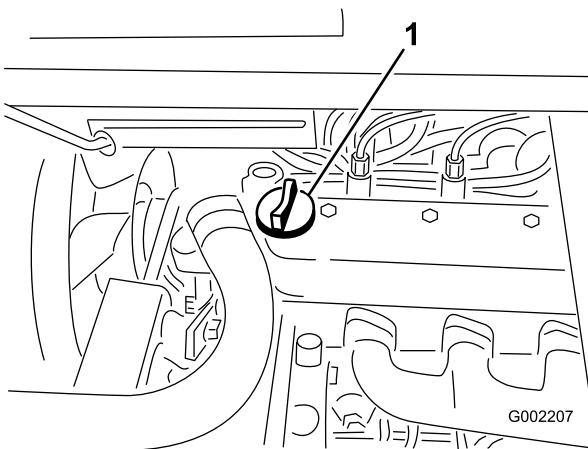

Figura 17
3. Se l'olio è insufficiente, togliete il tappo di rifornimento dal coprivalvola (Figura 17) e versate l'olio nel foro finché non raggiunge il segno di pieno (Full) sull'asta; il tipo di olio e la viscosità adatti sono riportati nella sezione Manutenzione dell'olio motore. Versate l'olio lentamente, controllando spesso il livello durante questa operazione. Non riempite troppo.